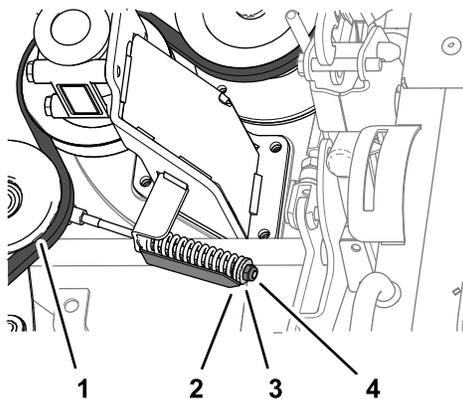

Figure 133
4. Desserrez l'écrou de blocage du tendeur de courroie jusqu'à ce que vous puissiez déchausser la courroie de la poulie de tension (Figure 133).
- Serrez l'écrou de blocage jusqu'à ce que la flèche de l'indicateur de tension soit alignée sur la surface extérieure de la rondelle (Figure 133).